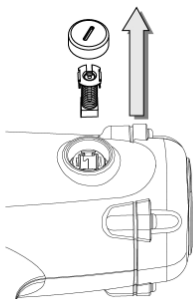

Fig. 4
- Verwijder de koolstofborstel (fig. 4).